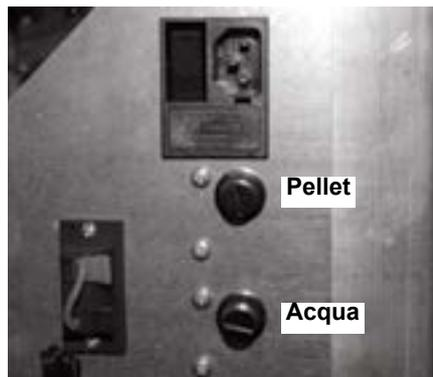

fig. 48 - Termostati di sicurezza
- Svitare i coperchi dei termostati acqua o pellet posti sul retro della caldaia/stufa (*fig.48*);